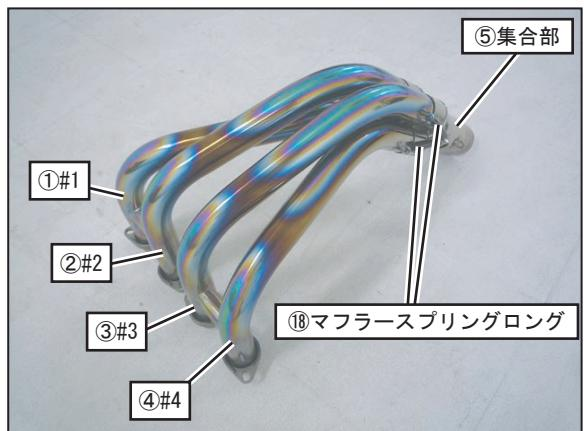

FIG. 6
7. エキゾーストパイプ①#1と②#2、③#3と④#4をそれぞれ連結させて、⑤集合部に貼ってある識別ラベルと同じ番号のエキゾーストパイプを⑤集合部に取り付け、スプリング取付工具を使用して⑯マフラースプリングロングを取り付けて下さい。（FIG. 6参照）